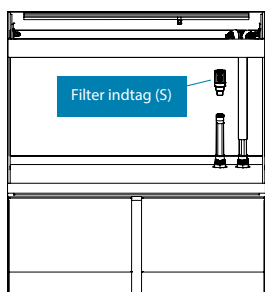
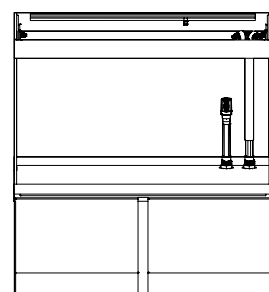
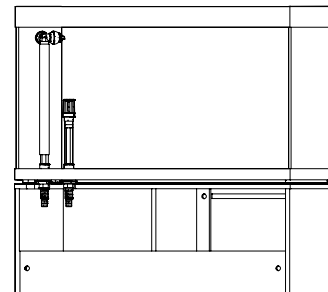

Fig. 5
Fig. 6
Fig. 7
4. Placér indgangsfilteret (S) på tilslutningsrøret (A) (fig. 5). Det endelige resultatet efter samlingen vises på fig. 6 og fig. 7.